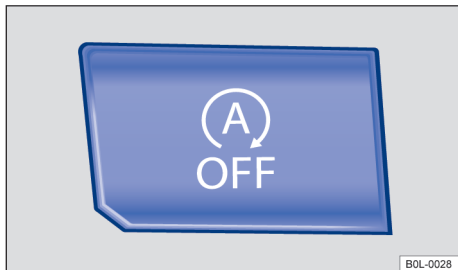

图 83 中控台上部：发动机自动起停系统的按钮
- 按下中控台上的按钮  → 图 83，手动关闭该系统。发动机自动起停系统处于关闭状态时，该按钮中的指示灯点亮。
- 再次按下中控台上的按钮  → 图 83，重新激活该系统。